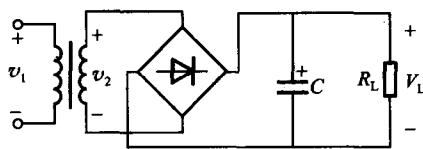

图 1-11
(4) 在单相桥式整流电路中,变压器二次电压 $V_2=120\text{ V}$ (见图 1-11 所示),在未接滤波电容 C 时负载两端电压 V_L 是多少伏?加了滤波电容并在空载情况下输出的直流电压最大值可达多少伏?此时整流二极管实际承受的反向电压值是多大?